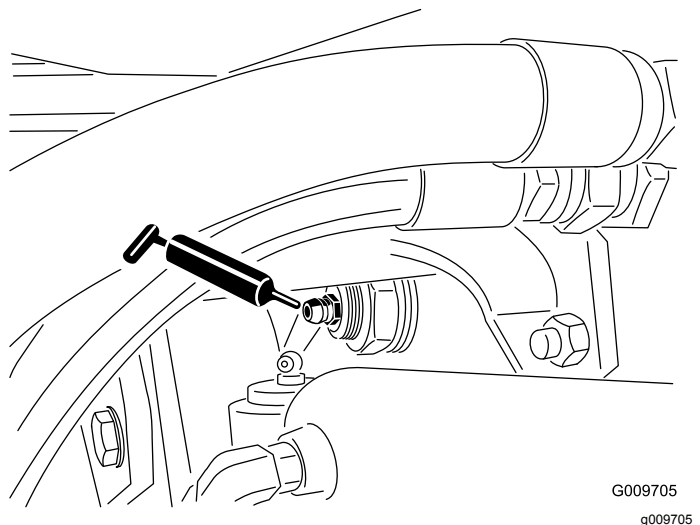

Figure 59
- Bagues de pivot d'essieu arrière (2), comme montré à la Figure 59.